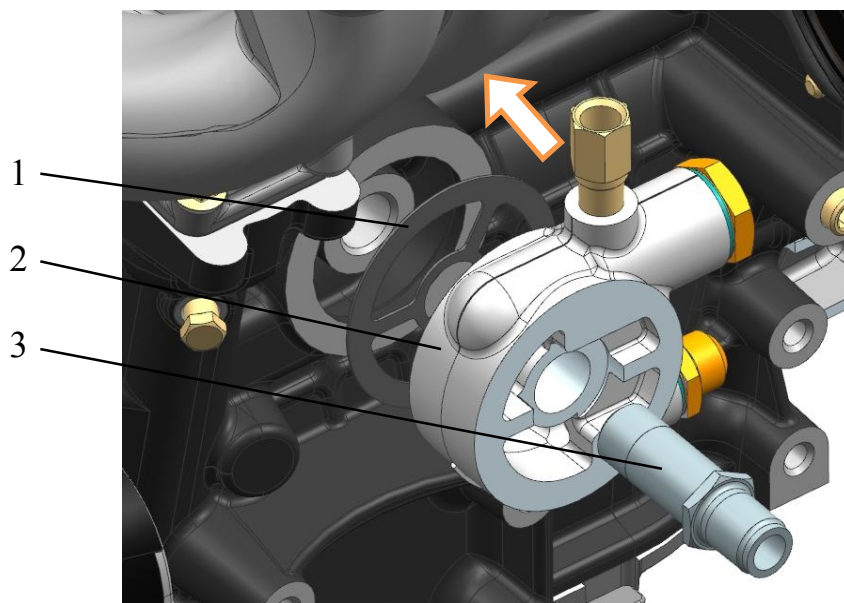

Рис.222. Установка термоклапана:
**19.** Установить термоклапан 2 (рис.222) с прокладкой 1, соориентировав его штуцером вверх, и закрепить термоклапан штуцером 3 масляного фильтра, завернув его моментом 39,2...58,8 Н·м (4...6 кгс·м).